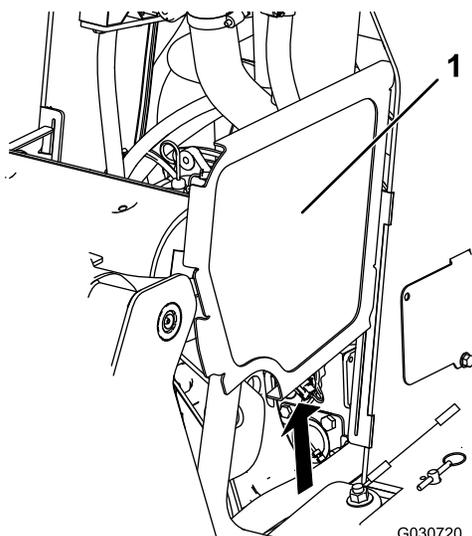

図 35
2. サイドスクリーンを上にもスライドさせて図 35 前スクリーンとフレームのスロットから外す。